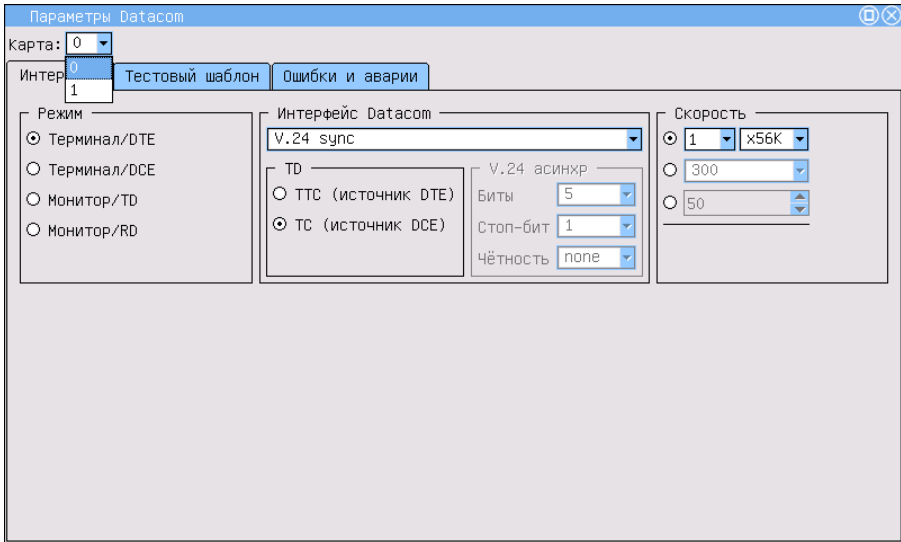

Рис. 3.2. Выбор карты
2. Выбрать активную карту В4-DC (см. рис.3.2).